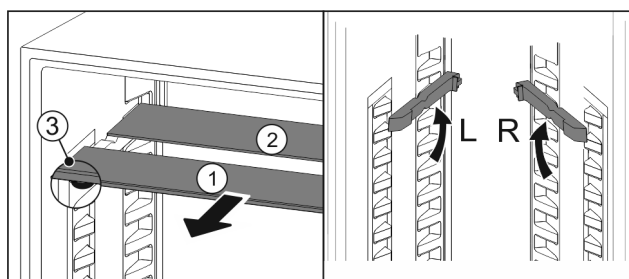

Fig. 19
- ▶ Издърпайте Fig. 19 (1) поотделно стъклените плочи напред.
- ▷ Стъклената плоча Fig. 19 (1) с декоративната лайстна е отпред.
- ▷ Ограничителите Fig. 19 (3) сочат надолу.